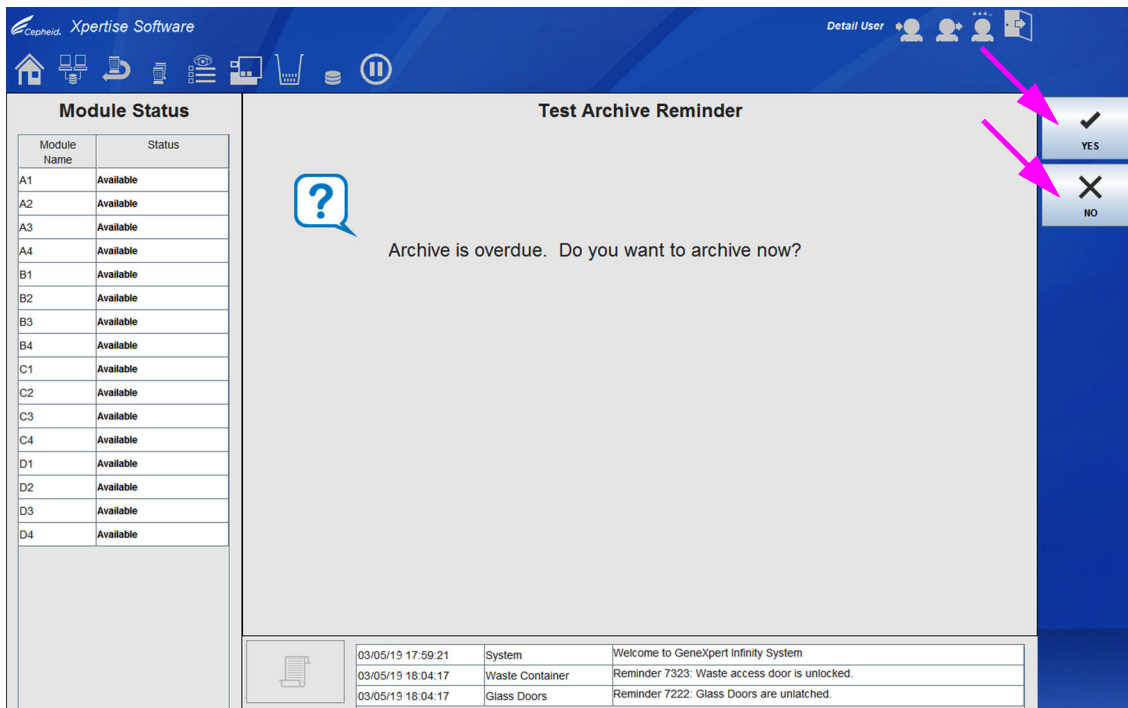
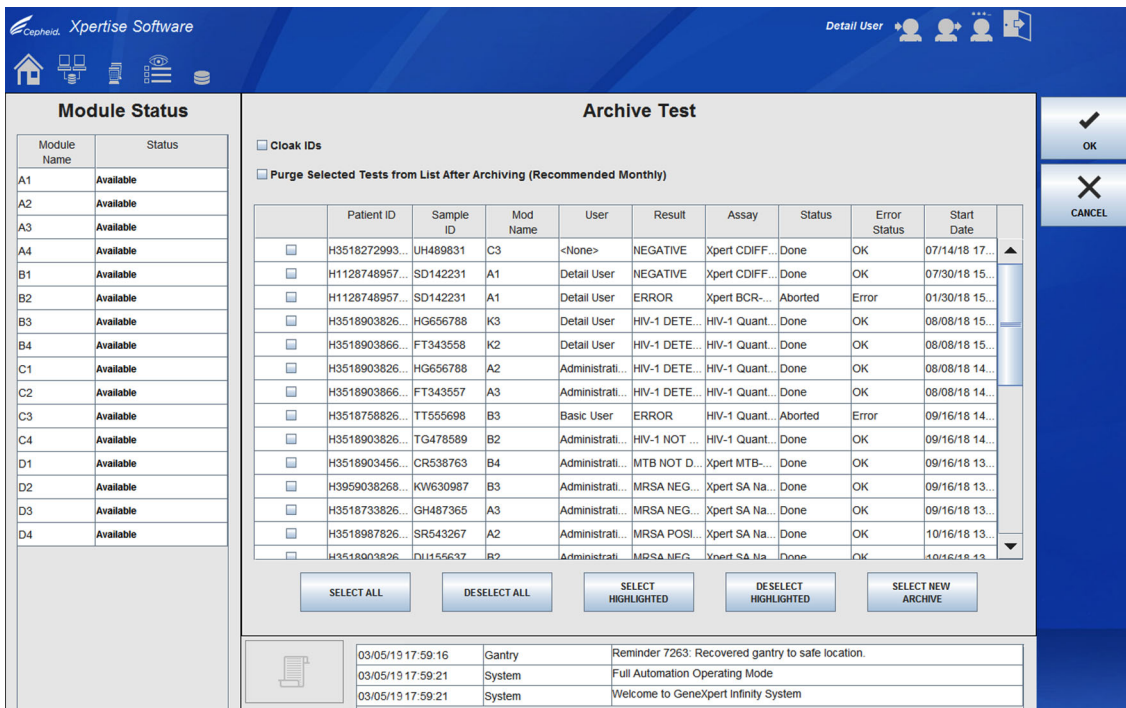

Figura 5-20. Área de trabalho Test Archive Reminder (Lembrete de arquivo de teste)
Figura 5-21. Área de trabalho Archive Test (Arquivar teste)
Se um arquivo não estiver atrasado ou se a definição de arquivo na Figura 2-29 estiver configurada para **Manually (Manualmente)**, a Figura 5-20 não vai aparecer. Prossiga com a Secção 5.2.8.3, Lembrete de gestão da base de dados.
- Se não quiser arquivar, selecione **NO (NÃO)** na área de trabalho Test Archive Reminder (Lembrete de arquivo de teste) (ver Figura 5-20). A sequência de saída do software vai prosseguir sem o arquivo. Prossiga com a Secção 5.2.8.3, Lembrete de gestão da base de dados.
- Se quiser arquivar, selecione **YES (SIM)** na área de trabalho Test Archive Reminder (Lembrete de arquivo de teste) (ver Figura 5-20) para prosseguir com a sequência de saída do software com arquivo. É apresentada a área de trabalho Archive Test (Arquivar teste). Ver Figura 5-21.